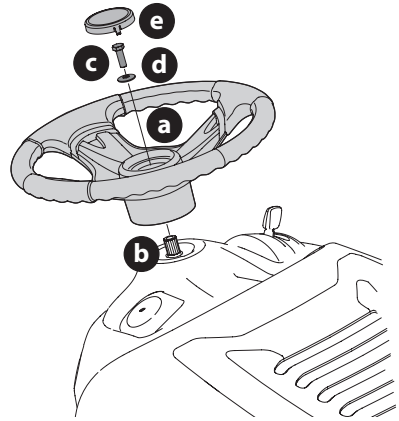

Figure 6
2. Assurez-vous que les roues de l'appareil sont dirigées vers l'avant, puis placez le volant de direction (a) sur l'arbre de direction (b) (Figure 6).
3. Fixez le volant de direction avec le boulon hexagonal qui se trouve sous le capuchon. Serrez le boulon à un couple de 18 à 22 pi-lb (24 à 30 N-m) (Figure 6).
4. Placez le couvercle du volant de direction (e) au centre du volant de direction (a) et poussez-le jusqu'à ce qu'il s'enclenche en place (Figure 6).
NOTE : Un enduit frein est appliqué sur le boulon (c) qui fixe le volant de direction (a). Si vous retirez le boulon, il est recommandé d'appliquer de l'enduit frein ou de remplacer le boulon (Figure 6).